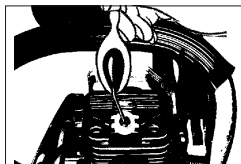

Bild. 19
5. Geben Sie 1 Teelöffel sauberes 2-Takt-Öl in die Verbrennungskammer. Ziehen Sie mehrere Male langsam an der Starterleine, um die internen Komponenten zu beschichten. Setzen Sie die Zündkerze wieder ein (Bild.19).